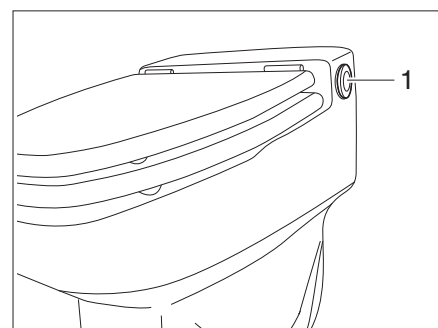

Fig. 181 Botón del inodoro de aseo con vibrador
- Pulsar el botón del inodoro (Fig. 181,1) varias veces hasta que llegue el agua.